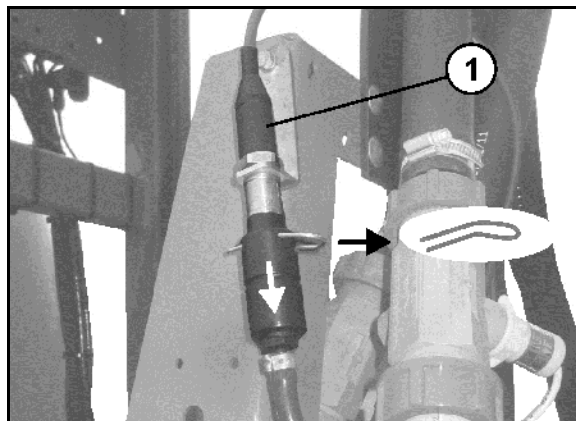

Fig. 160
21. Barra **Super-S**: scaricare il sensore di pressione (Fig. 160/1), allentando il tubo flessibile dal sensore di pressione.